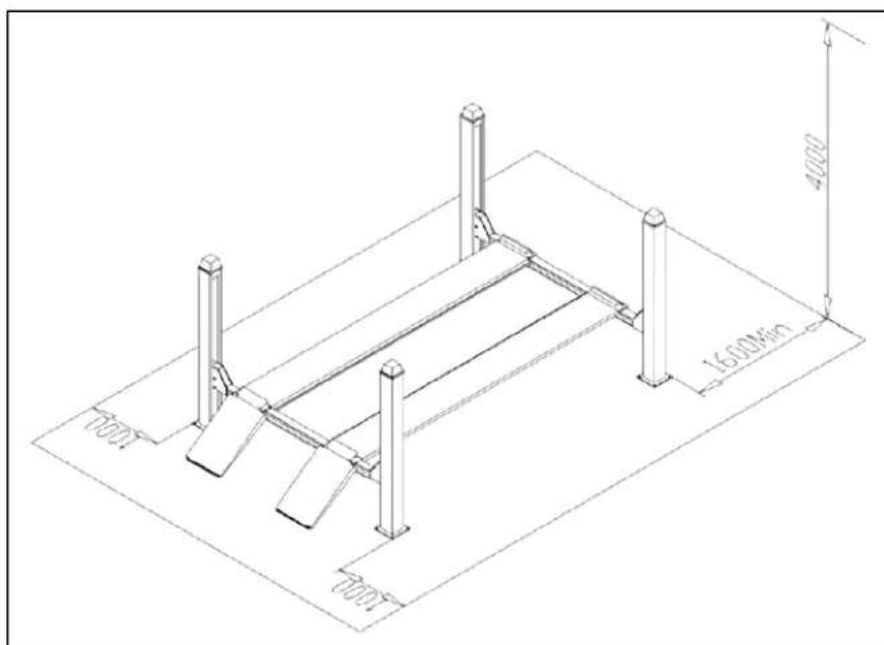

Рисунок 3. Размеры площадки для установки подъемника
4.1.2 Размеры площадки (см. рис. 3), необходимой для установки подъемника, должны быть не менее 5,5 x 8 м.
быть сплошным толщиной не менее 300 мм из бетона марки не ниже М200 ГОСТ 7473-94. Толщина покрытия пола (плитка, панели, и т. п.) должна быть не более 50 мм. Ориентировочные размеры места установки подъемника указаны на рис. 3а.
Рисунок 3а. Установочные размеры подъемника